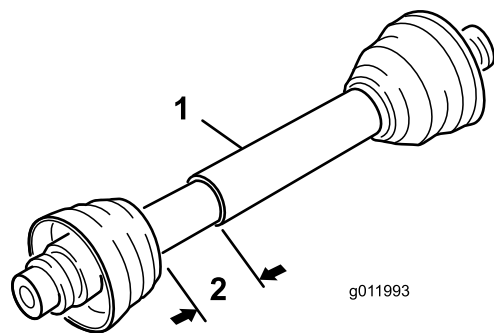

Figura 5
4. In questa lunghezza più corta dell'albero, le 2 metà dell'albero della PDF devono avere almeno 37 mm di spazio aggiuntivo per rientrare (Figura 5).